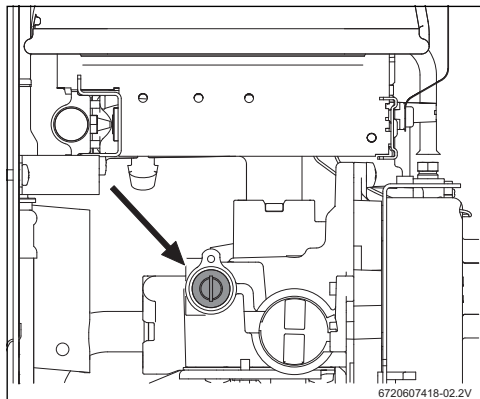

Fig. 14 Vis de réglage pour débit de gaz maximum
- ▶ Retirer le joint étanche de la vis de réglage (fig. 14).
- ▶ Réguler la pression avec la vis de réglage (fig. 14) pour atteindre les valeurs indiquées dans le tableau 14.